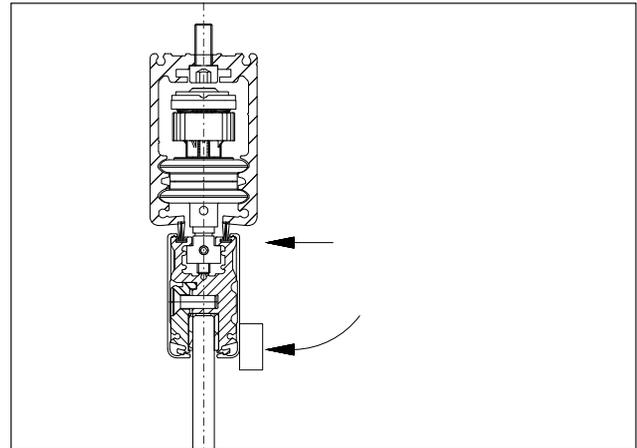

Abb. 52 Deckbleche aufklipsen
- Eine saubere Zulage auf die Deckblechkante halten (Abb. 52).